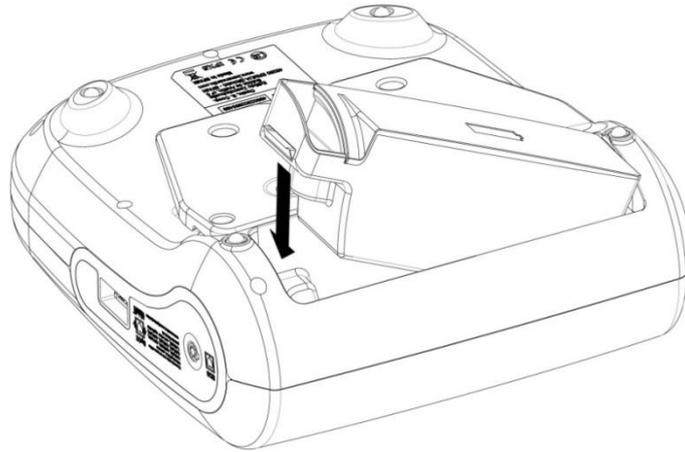

Figure 27: installation de la batterie
2. Placer la batterie en fonction de sa forme et l'appareil de la façon indiquée sur la Figure 27: installation de la batterie